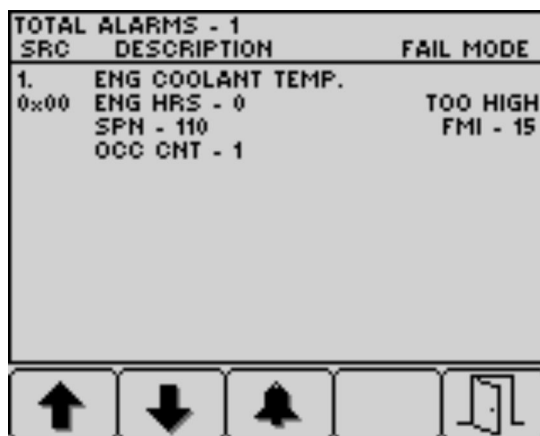

図 36
4. ボタン5を押すと不具合表示を出てホーム画面に戻る。図 36
5. ボタン5を押すと不具合表示を出てホーム画面に戻る 図 36 エンジン関係のアドバイス \(ページ 30\)を参照。